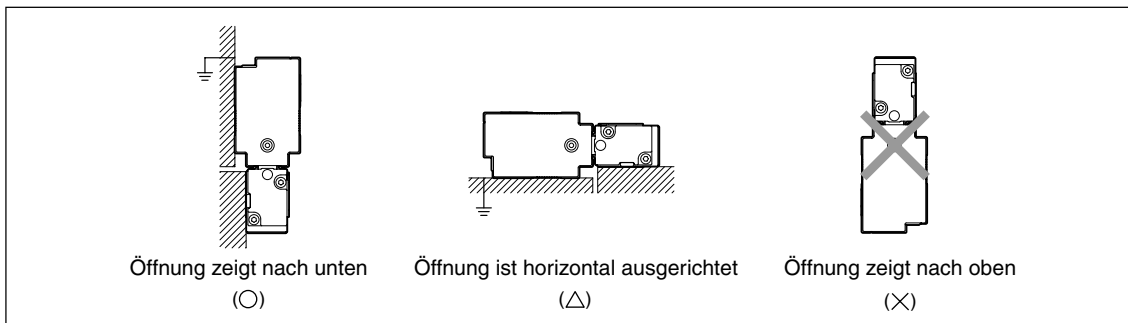

Abb. 2-1
- Installieren Sie den Maßstab so, dass die Öffnung der Maßstabseinheit nach unten zeigt. Falls sich die Öffnung nicht nach unten richten lässt, sollte sie horizontal ausgerichtet sein. Sie darf auf keinen Fall nach oben zeigen. (Abb. 2-1)